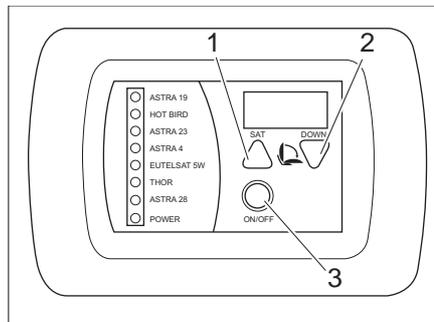

Bild 41 Panel Menü Verbraucher (Variante 1)
- Satellitenanlage über den ON/OFF Knopf (Bild 41,3) einschalten (Bedienpanel ist an der Eingangstür innen links befestigt).
- SAT Taste (Bild 41,1) mehrmals drücken, um einen Satelliten auszuwählen und den Suchlauf zu starten.
- Down Taste (Bild 41,2) drücken, um die Satellitenanlage einzufahren. Die Satellitenanlage wird eingefahren.
- Taste ON/OFF (Bild 41,3) drücken. Die Satellitenanlage wird eingefahren und das Fernsehgerät ausgeschaltet.